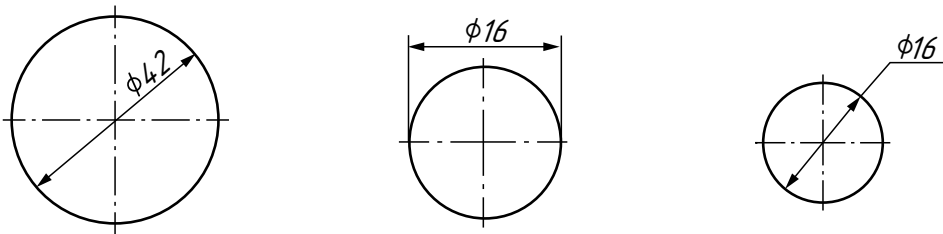

Рис. 29. Обозначение на чертеже диаметра
2. Рассмотрите рисунок 29. Обратите внимание, что обозначения размеров диаметров могут располагаться по-разному. Назовите размеры диаметров.